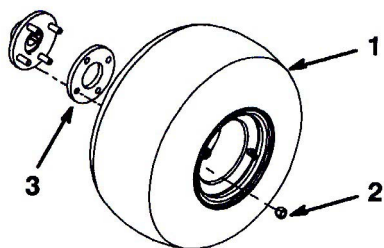

図 2
2. 各ハブにホイールを取り付ける(図2; 1つのホイールにラグナット4個) ナットを 45-55 ft.-lb.にトルク締めする (61-75 Nm=6.2~7.6 kg.m)。